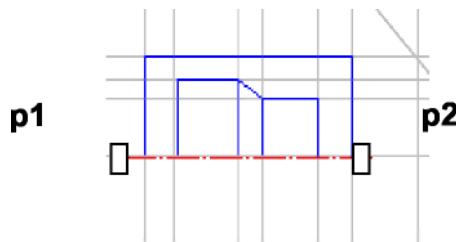

Рис. 1.22. - Построение симметричного изображения
5) указать последовательно первую точку **p1**, а затем вторую **p2** принадлежащих оси симметрии (рис. 1.22). Для завершения построений нажмите кнопку в **Панели свойств**